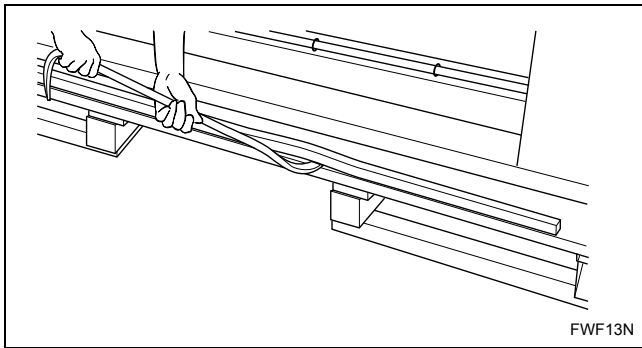

Figura 5
3. Use una palanca para quitar los topes de madera del patín. Consulte la *Figura 5*.